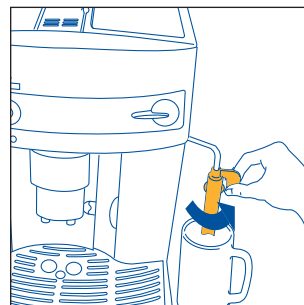
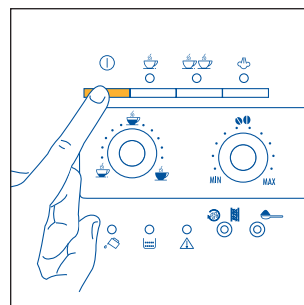

Fig.3
Fig.4
2. Verplaats het cappuccinomondstuk naar buiten toe, zet er een kopje onder (fig. 3) en schakel de machine in door te drukken op de knop ① (fig. 4).
- Draai het cappuccinomondstuk naar de buitenkant van het apparaat toe (fig. 3).
- Zet een recipiënt onder het cappuccinomondstuk (fig. 3).
- Verplaats het cappuccinomondstuk naar buiten toe (fig. 3)